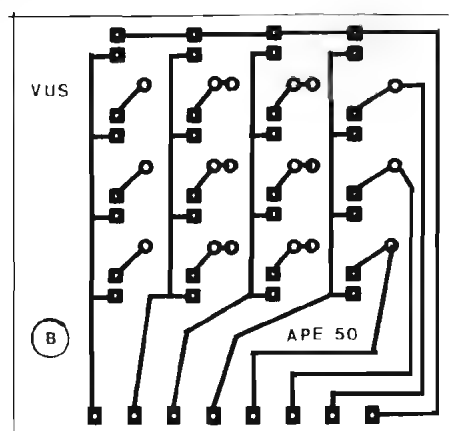

Fig. 3
**FIG. 3 - LAY OUT DO CIRCUITO IMPRESSO ESPECÍFICO - PLACA "B"** - A placa que conterá os LEDs é também simples na sua configuração de ilhas e pistas... Não se esqueçam do recomendado rigor mecânico (posicional, dimensões, afastamentos, etc). Observar a barra de 8 contatos (na borda inferior da figura), correspondente aos pontos de "casamento" com a outra placa (A). Assim